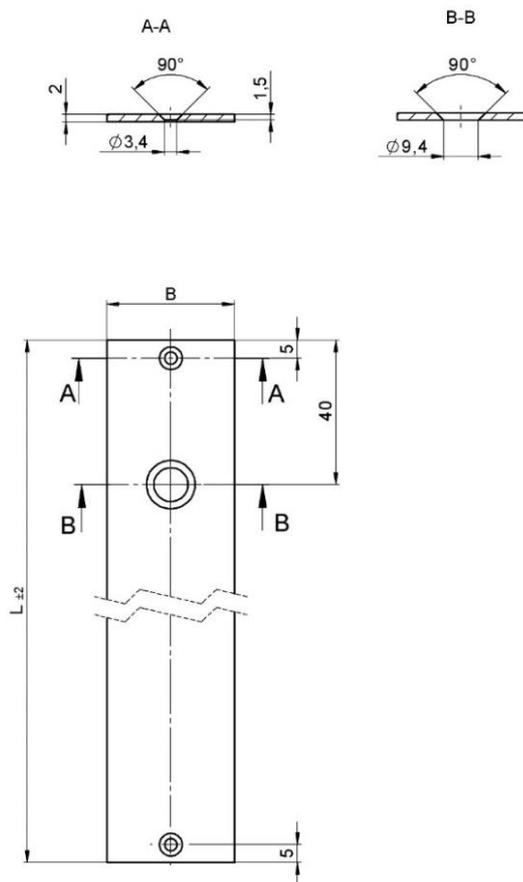

Abb. 3: Positionierband-Profil bohren und senken (Bestell-Nr.: 08-B020-6780/08-B020-7484)
Wenn es erforderlich ist das Positionierband-Profil vor Ort einzukürzen, müssen die Bohrungen für die EJOT PT Schraube K30X8 WN1423 und für die Senkschraube (DIN7991 M6x10-8.8) neu gebohrt und gesenkt werden (siehe Abb. 3). Die erforderlichen Teillängen werden nach Aufmaß mit einer Metallsäge vor Ort geschnitten. Die Schnitte müssen mit einer Feile entgratet werden.
- Die Positionierband-Profile an den Enden auf einem Schienenhalter (Pos. 3) mit den EJOT PT Schrauben K30X8 WN1423 (Pos. 4) verschrauben (für Position der Verschraubungen siehe Abb. 3).